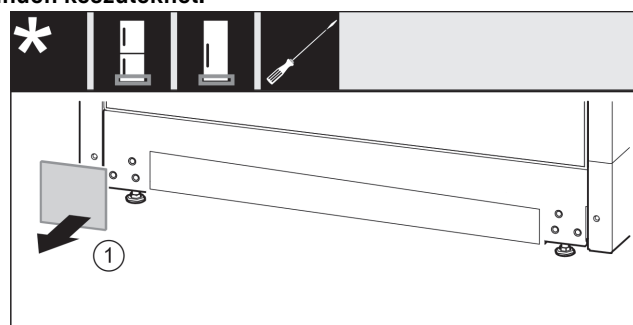

Fig. 14
- Vegye le a borítást. Fig. 14 (1)